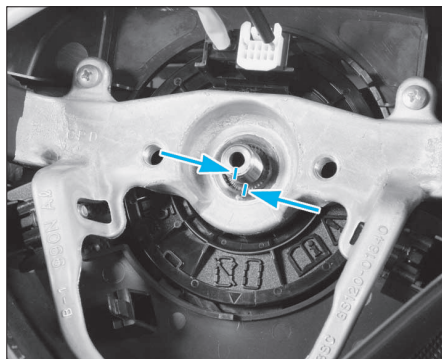

FIG. 4
- Effectuer un repère sur le volant et la colonne de direction (fig. 4).